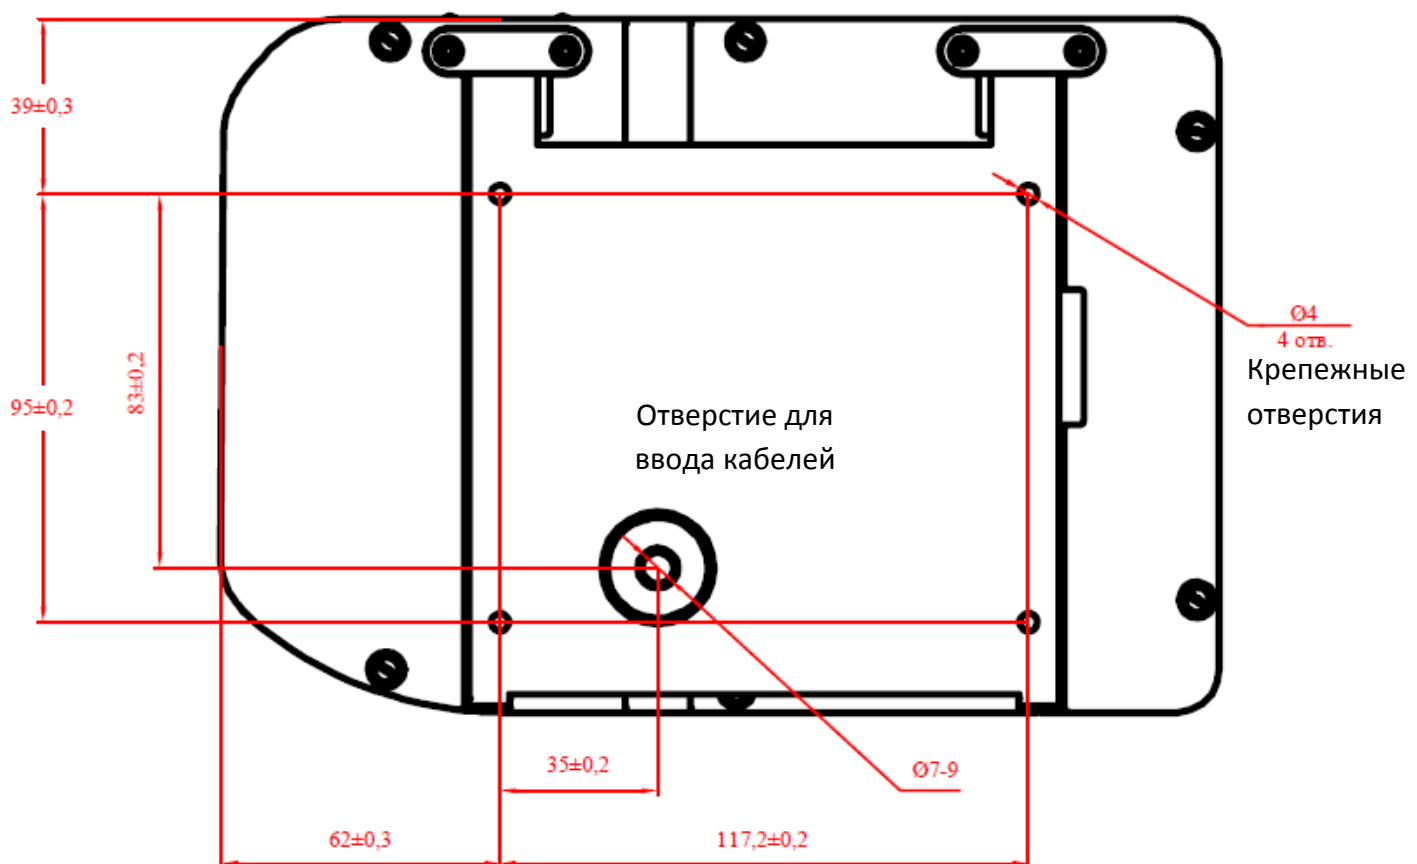

Рисунок 4. Разметка мест крепления
4. Разметьте места крепления терминала, приложив установочную пластину терминала к стене (рисунок 4).